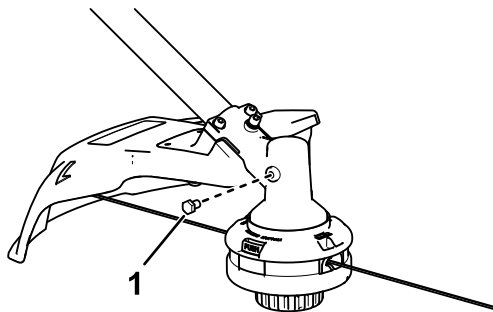

Figura 13
3. Retire el tapón del lateral de la desbrozadora (**Figura 13**).